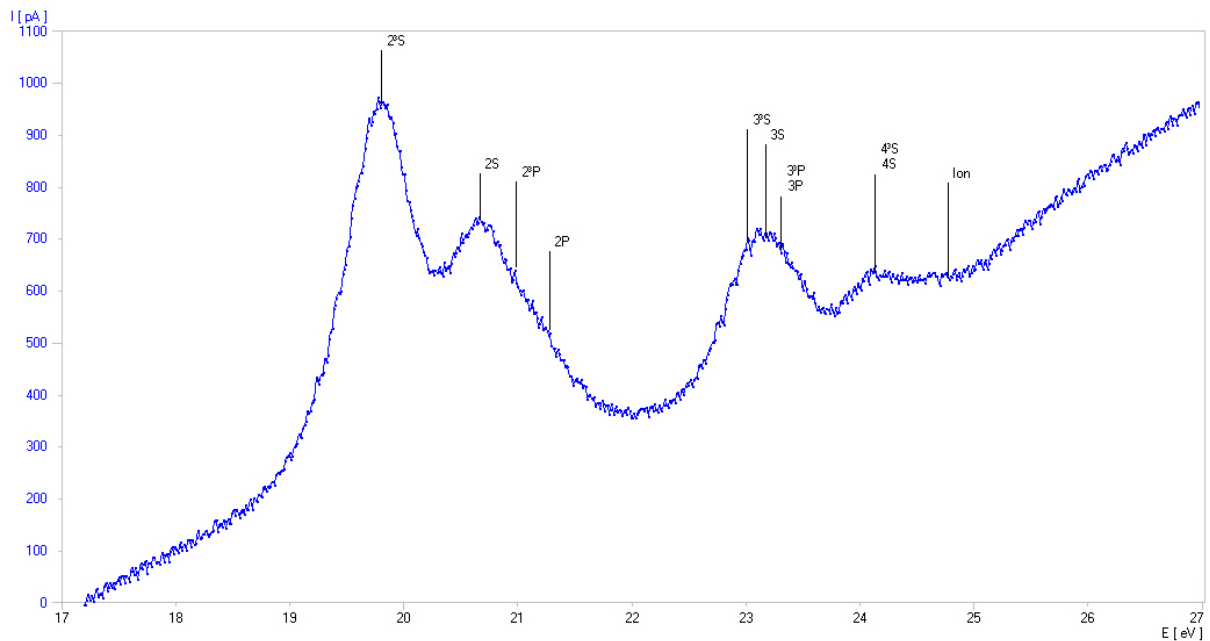

Fig. 3: Bestimmung der kritischen Potenziale des Heliumatoms (Messkurve aufgenommen mit dem 3B NETlog™)
- Diagramm erstellen, in dem die X-Achse mit der Größe  $E$  und die Y-Achse mit der Größe  $I$  belegt ist (siehe Fig. 3).